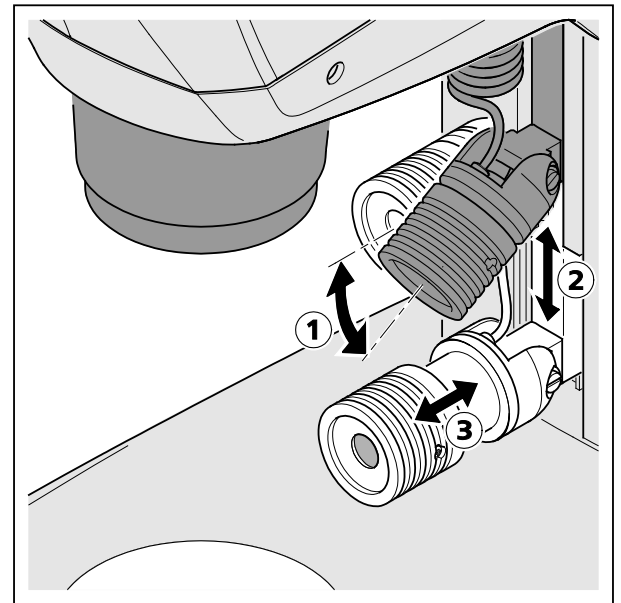

Bild 21 Spot-Leuchte einstellen
- Spot-Leuchte in der Führung auf die gewünschte Höhe (Bild 21/2) schieben.
- Über das Gelenk der Spot-Leuchte den Winkel (Bild 21/1) so einstellen, dass das Objekt optimal ausgeleuchtet wird.
- Durch axiales Verschieben des Fokussierteils (Bild 21/3) die Größe und Helligkeit des Spots einstellen (Beleuchtungszoom).